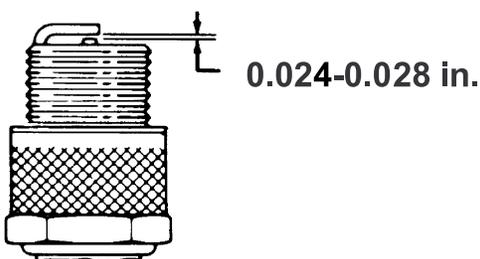

Figura 28
3. Assegure-se de que a folga de ar está correcta (Figura 28).